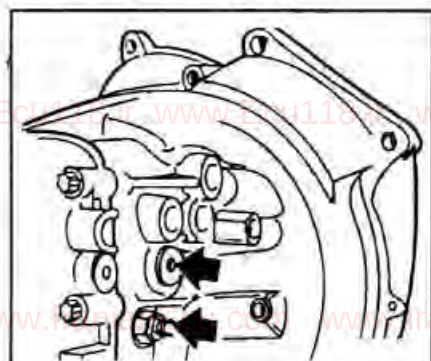

Рис. 5-6. Стрелками показаны ось вилок переключения передач и выключатель света заднего хода на правой стороне картера КП
- С правой стороны картера КП вывернуть выключатель света заднего хода и вынуть ось вилки переключения передач (рис. 5-6).